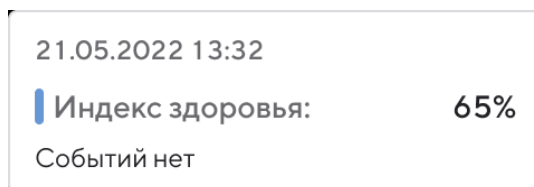

Рисунок 73 – Дополнительное окно с информацией о состоянии здоровья оборудования
4. Подведите указатель мыши к точке на графике индекса здоровья. Откроется дополнительное окно с информацией о состоянии экземпляра оборудования в выбранный момент времени (Рисунок 73).
Дополнительное окно с информацией о состоянии здоровья экземпляра оборудования в выбранный момент времени (см. Рисунок 73) содержит следующие данные: